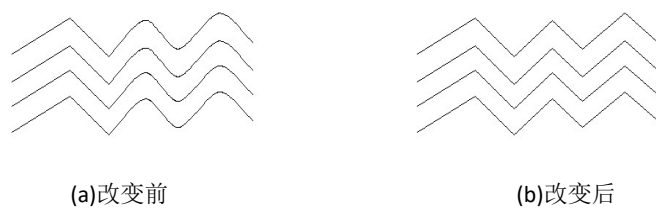

图 6-9 多线的曲线部分变多线
- 4、若要把多线的曲线部分变成多段线，可在命令行输入“D”回车，系统自动把多线多线的曲线部分变成多段线，如图 6-9 所示。